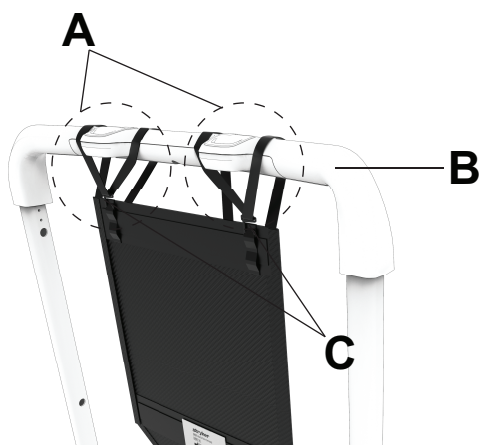

Abbildung 31 – Gurte am Haltebügel anbringen
- Den linken Kopfstützengurt (A) um die linke Seite des Haltebügels (B) legen. Der Gurt sollte zu beiden Seiten der linken LOS-Taste liegen. Den Haken (C) in die Schlaufe der Kopfstütze einhängen, um den Gurt um den Haltebügel zu sichern (Abbildung 31).